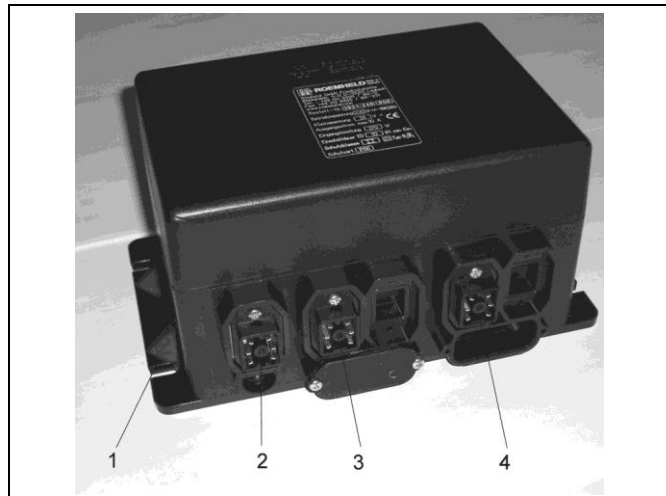

Fig. 5: Unité d'alimentation pour un module de levage moduhub
- Les modules de commande pour les 3 et 4 modules moduhub ont une alimentation auxiliaire supplémentaire. Elle doit être connectée au module de commande. (voir figure 5).